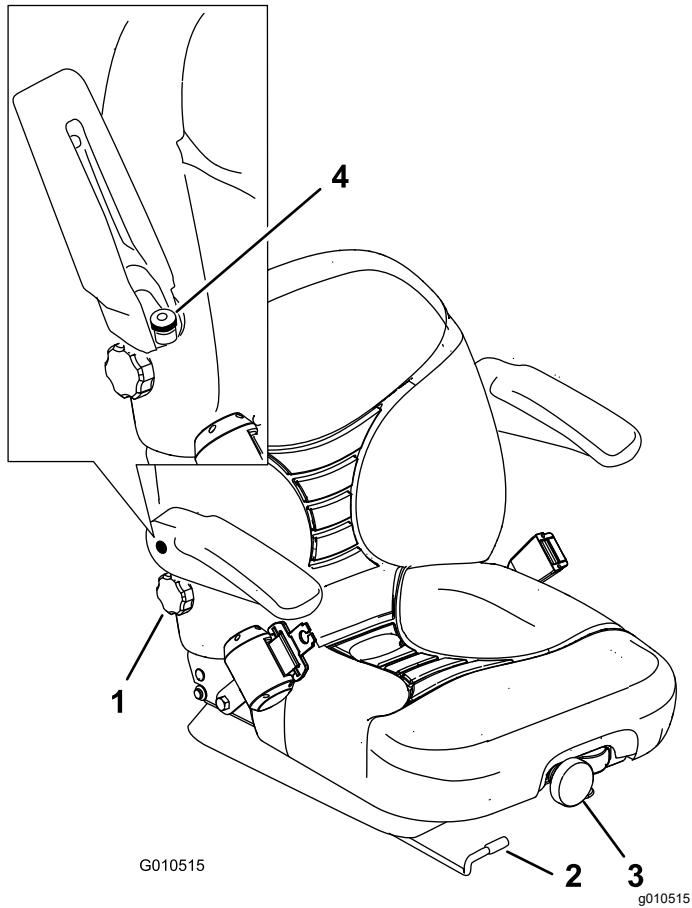

Figura 30
- Mova a alavanca para o lado e desbloqueie o banco (Figura 30).
Para o ajustar o banco, rode o botão numa das direções para proporcionar o máximo conforto (Figura 30).
Para ajustar, rode o botão, sob o apoio para o braço direito, numa das direções para proporcionar o máximo conforto (Figura 30).
Eleve o apoio dos braços e rode o botão numa das direções para proporcionar o máximo conforto (Figura 30).